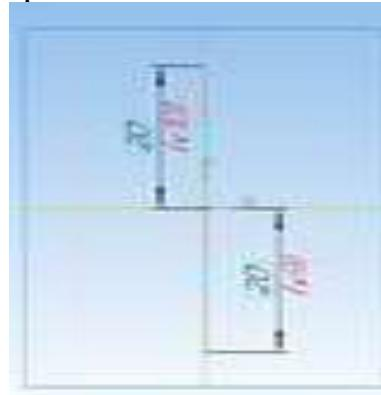

Рисунок 15.9 – Построение отрезков
4. В режиме редактирования эскиза постройте вертикальный отрезок стилем **Осьвая** из начала координат длиной 20 мм вверх и вниз (рисунок 15.9).